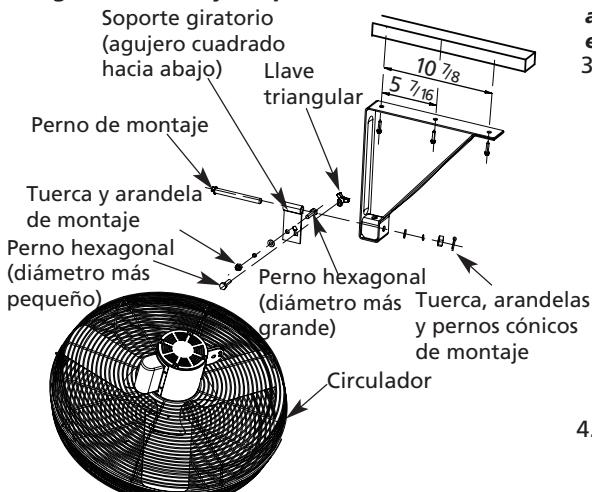

Figura 5 – Montaje en techo
**Figura 5 – Ilustración de piezas de repuesto para circuladores de servicio comercial de Dayton****E S P A Ñ O L****Lista de piezas de repuesto para circuladores de servicio comercial de Dayton**